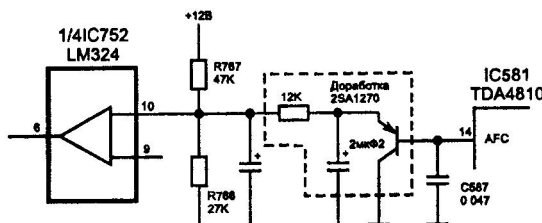

Рис. 2. Схема блокировки цепи AFC
Схема ключевого каскада блокировки цепи AFC приведена на рис. 2. Элементы ключевого каскада лучше всего установить на основной плате блока строчной развертки (нижняя плата монитора) Монтаж навесной с пайкой к контактным площадкам. Установка элементов со стороны печатных проводников. Фиксация монтажа мастикой ВК-8 или клеем-расплавом. Отказ выходного каскада строчной развертки при переключении входов с "D-SUB" на "BNC" происходит по причине, описанной выше, так как во время переключения входов происходит разрыв петли AFC. На время нахождения переключателя входов в неопределенном (среднем) положении входной сигнал "H SYN" не поступает на процессор ни через вход "D-SUB", ни через вход "BNC". Коммутатор входов находится в неопределенном состоянии. Петля AFC не работает.
- введение схемно-технической доработки, указанной выше (рис. 2)